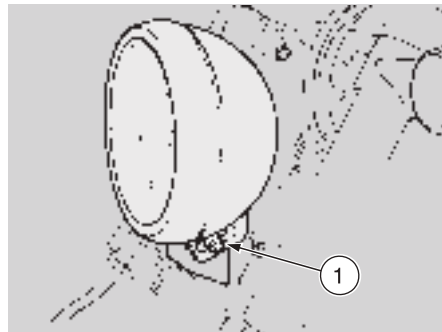

Fig. 51
- ◆ Afloje el tornillo (1-Fig. 51).
- ◆ Apriete el tornillo (1-Fig. 51).
- ◆ Destornille y quite el tornillo (1-Fig. 51).